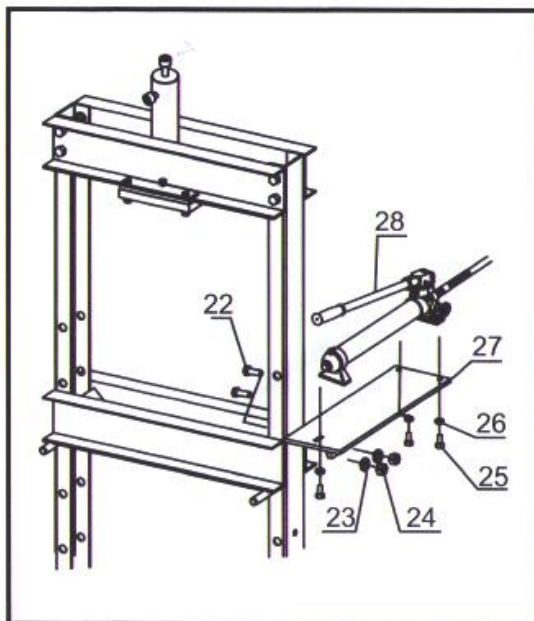

Рис. 6
7. Закрепите плиту основания насоса (27) болтами (22), с шайбами (23) и гайками (24). Затем закрепите сам насос (28) болтами (25) и шайбами (26). См. рис. 6.